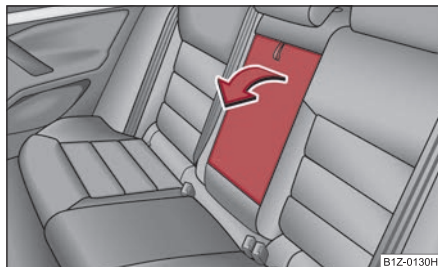

Fig. 86 Asientos traseros: Apoyabrazos
- El apoyabrazos lo puede abatir hacia abajo por el lazo para un aumento del confort ⇒ fig. 86. ■